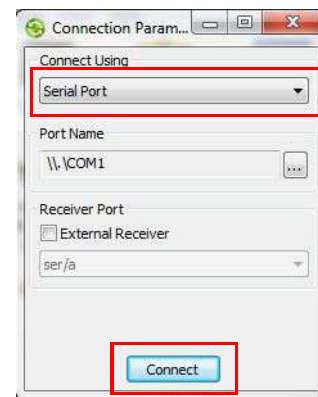

Рис. 7: Окно Параметры подключения
- в. В окне Параметры подключения (Рис. 7) выберите Последовательный порт и название порта, и затем нажмите Подключиться.